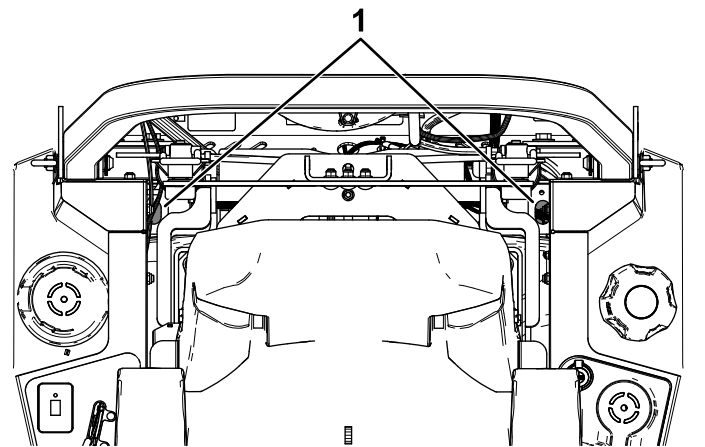

Figure 71
4. Utilisez une rallonge et une douille de 7/16 pouce pour accéder au bouchon d'aération par le haut de la machine, en passant par les trous près des supports de l'arceau de sécurité (Figure 71).